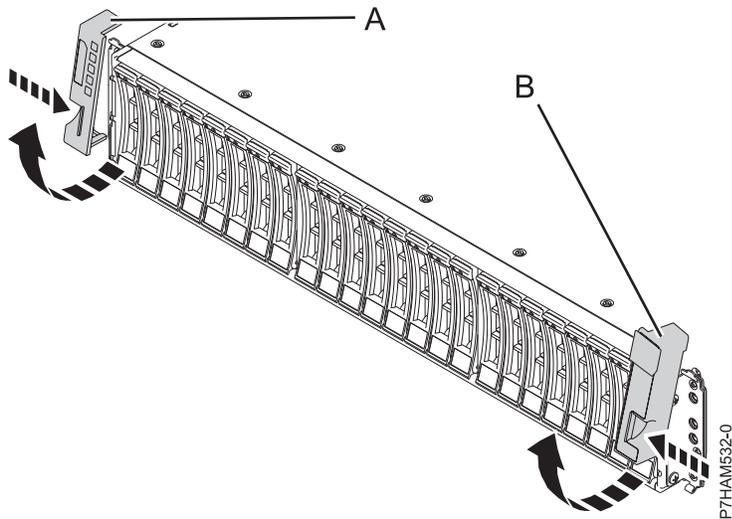

Figure 7. Retrait des capots latéraux
2. Retirez le capot latéral gauche (A) et le capot latéral droit (B) de manière à voir les crochets de montage. Pincez le taquet de déverrouillage pour faire pivoter le capot vers le haut et l'extraire de la bride du boîtier, comme illustré dans la figure 7, à la page 9.